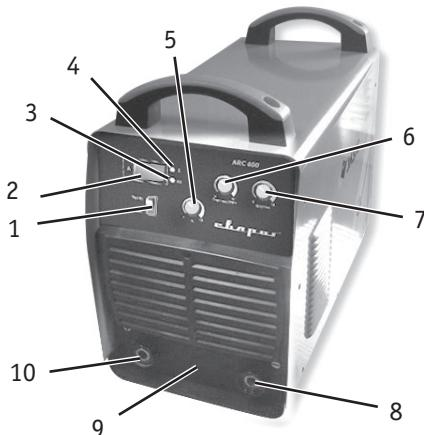

Рис. 1.1
2. Подсоедините сварочные кабели. На передней панели сварочного аппарата имеются две панельных розетки «+» и «-» (8 и 10) (**рис. 1.1**). Существует два способа подключения сварочных принадлежностей:
4. Установите способ сварки MMA с помощью регулятора (1) (**рис. 1.1**).
5. Установите требуемую величину сварочного тока с помощью регулятора (5) (**рис. 1.1**). Устанавливайте значения сварочного тока, в зависимости от диаметра электрода, типа материала, требований технологического процесса и нормативной документации
6. Установите значение «горячего старта» (6) (**рис. 1.1**). Регулируя величину «горячего старта» добейте, чтобы зажигание дуги происходило легко, с одного касания, а электрод не прилипал к металлу.
7. Установите значение «форсажа дуги» (7) (**рис. 1.1**). Регулятор форсажа дуги служит для облегчения процесса сварки, особенно при малых значениях сварочного тока, установите значение форсажа дуги в зависимости от конкретных условий сварки.
Аппараты данной серии предусматривают возможность подключения пульта дистанционного управления. При использовании пульта дистанционного управления, подключите кабель дистанционного управления в соответствующий разъем в нижней части передней панели сварочного аппарата (9) (**рис. 1.1**) и зафиксируйте его.
1. Выберите режим TIG на передней панели аппарата. (1) (**рис. 1.1**).
2. Вставьте разъем горелки со специальным силовым наконечником с подводом газа в соответствующий разъем со знаком «-» (8) (**рис. 1.1**) на панели аппарата, поверните его до упора по часовой стрелке, плотно зафиксируйте.
3. Вставьте обратный кабель в гнездо, помеченное знаком «+» (10) (**рис. 1.1**) на передней панели, закрутите ее по часовой стрелке. Закрепите заземляющий зажим на заготовке.
6. Установите требуемую величину сварочного тока с помощью регулятора (5) (**рис. 1.1**) Обычно, значения сварочного тока устанавливают, в соответствии с толщиной заготовки и присадочным материалом.